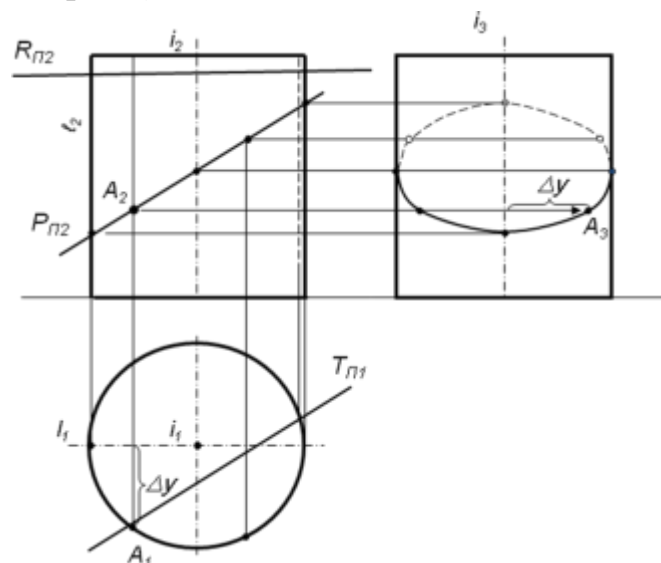

Рис. 3.1
1. Окружность, если секущая плоскость перпендикулярна оси цилиндра (рис. 3.1, плоскость R).
2. Прямоугольник, если секущая плоскость параллельна оси цилиндра (рис. 3.1, плоскость T).
3. Эллипс, если секущая плоскость наклонена к оси цилиндра под углом больше 0° , но меньше 90° (рис. 3.1, плоскость P).
Боковая поверхность прямого кругового цилиндра обладает собирательным свойством (все образующие такой поверхности располагаются перпендикулярно горизонтальной плоскости проекций), поэтому любая точка или линия, принадлежащая боковой поверхности цилиндра, проецируется на горизонтальной плоскости проекций на очерк поверхности (окружность) (см. рис. 3.1). Расположение точек поверхности на профильной плоскости проекций основано на правиле внутреннего проецирования, когда берется не все значение координаты y точки A , а расстояние от точки до плоскости симметрии (Δy).